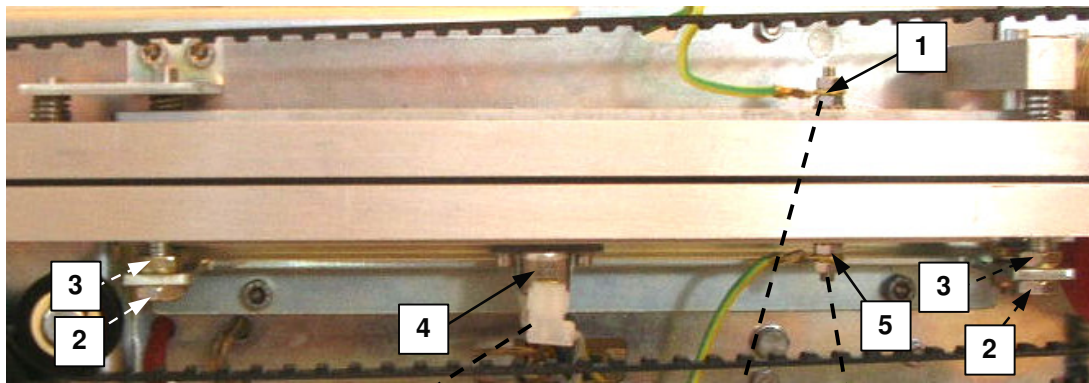
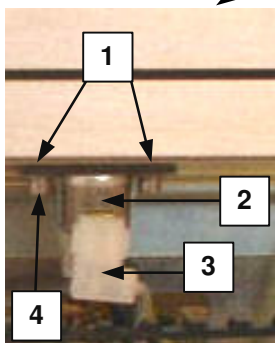

fig.5.10
fig.5.11 (pos.4-fig.5.10)
- scollegare i terminali (n.3-fig.5.11) del termostato di sicurezza (n.4-fig.5.10)
- svitare i due dadi autobloccanti inferiori (n.2-fig.5.10) che fissano la barra saldante inferiore alla traversa della macchina ed estrarre il gruppo saldante inferiore
**Non allentare i dadi di regolazione superiori (n.3-fig.5.10)**
- smontare il termostato di protezione (n.4-fig.5.10) dalla barra saldatura inferiore.
*Quando viene rimontato il termostato di protezione, assicurarsi di aver rimontato le rondelle distanziatrici (n.1-fig.5.11) interposte tra la piastrina e la barra saldante inferiore.*